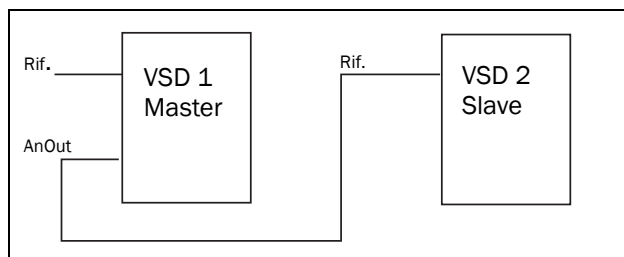

Fig. 109
- segnale di riferimento per il VSD successivo in una configurazione Master/Slave (vedere la Fig. 109).